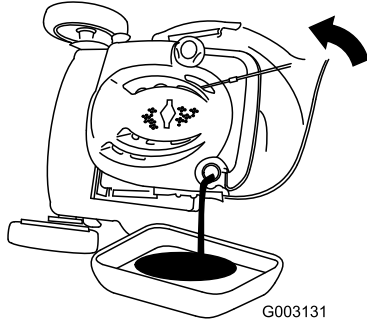

Figure 35
- Inclinez la tondeuse sur le côté (filtre à air vers le haut) pour vidanger l'huile usagée par le goulot de remplissage (Figure 35).